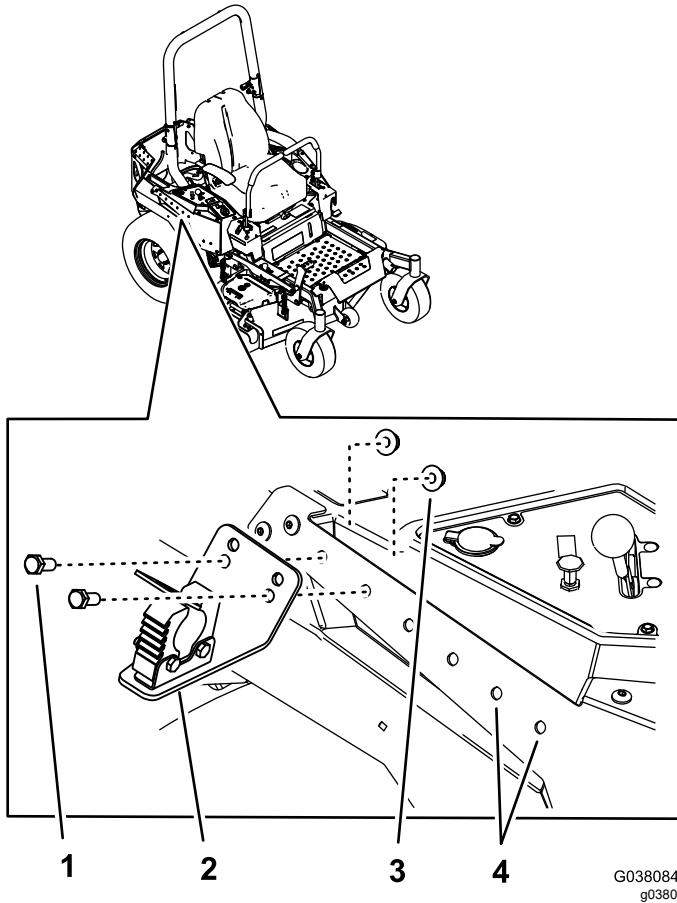

Bild 7
2. Befestigen Sie die hintere Befestigung mit zwei Schrauben ($\frac{3}{8}$ " x $\frac{7}{8}$ "") und zwei Muttern ($\frac{3}{8}$ "") an der rechten Seitenplatte, wie in Bild 7 abgebildet.